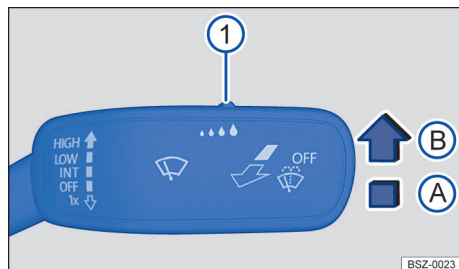

Fig. 88 La coloana volanului dreapta: maneta ștergătoarelor de parbriz.
1. Apăsați maneta în poziția dorită → fig. 88.
→ fig. 88 1 → ▲.